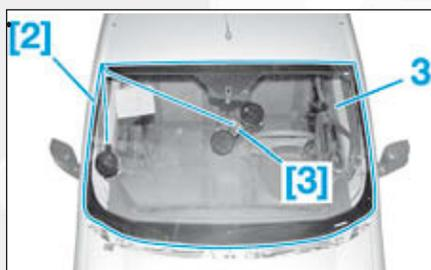

FIG.3
- [2]. Fil de découpe (Fil tranchant de section carrée) (réf : 1354-E) (Fig.3).
- [3]. Dispositif de bobinage (Dispositif à enrouler avec galet) (réf : 1354-AZ) (Fig.3).
- Mettre en place le dispositif de bobinage [3] (Fig.3).